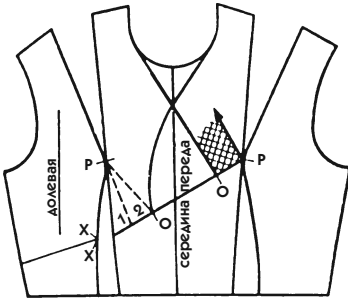

Рис. 561
2. Определите высоту планки воротника (в приведенном примере — 3,5 см) и укажите эту мерку на линии перевода вытачки от точки Р (засечка О на рис. 561).
• Начертите левую линию выреза горловины, перекрещивая другую черту с линией середины переда, затем продолжите ее вниз, придав легкую кривизну (засечки О на рис. 561).
4. Обозначьте пунктирными линиями перевод вытачек правой стороны, как вы делали на чертеже 487. Пронумеруйте детали 1 и 2 на рис. 561.